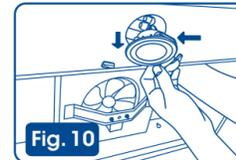

Fig. 10
2. Para sacar el foco, con cuidado meta la mano hasta tocar la base, ubique los sujetadores flexibles, apriételos hacia adentro y empuje con fuerza el foco ayudándose desde afuera. (Fig. 10)